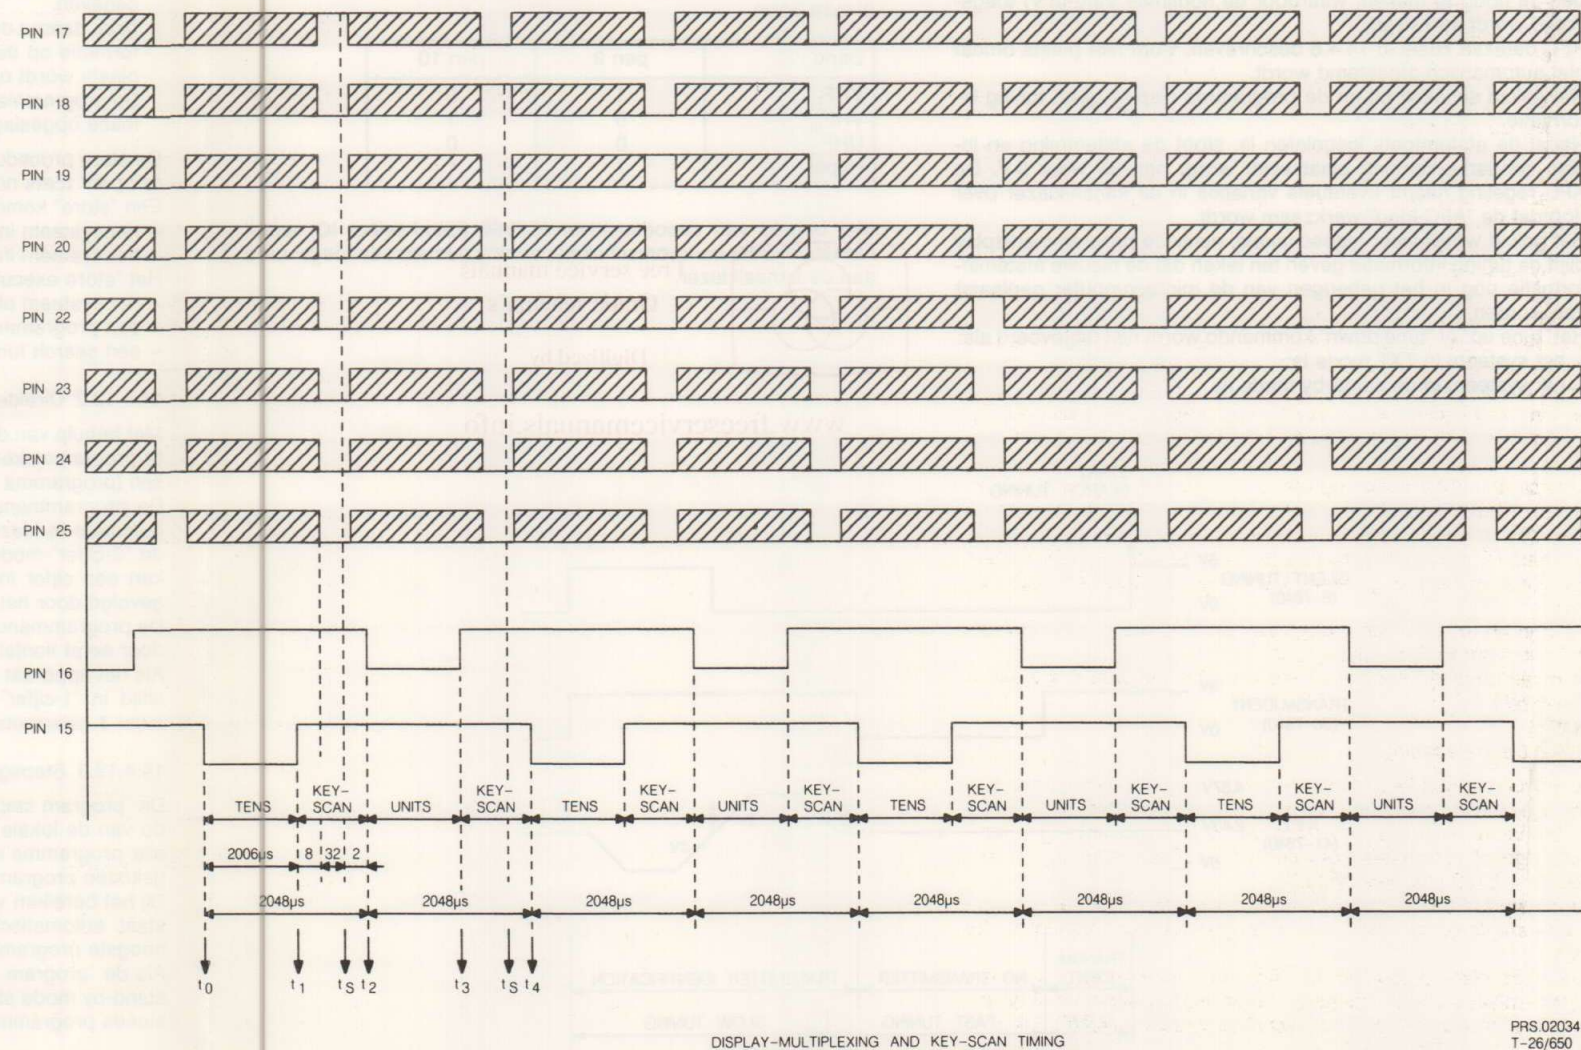

Fig. 14.14
M.b.v. de pennen 15 en 16 van de microcomputer wordt aangegeven of de tientallen of de eenheden van de programmanummers aangeboden worden. Van tijdstip t_0 tot t_1 (zie fig. 14.14) is pen 15 "laag" en pen 16 "hoog".